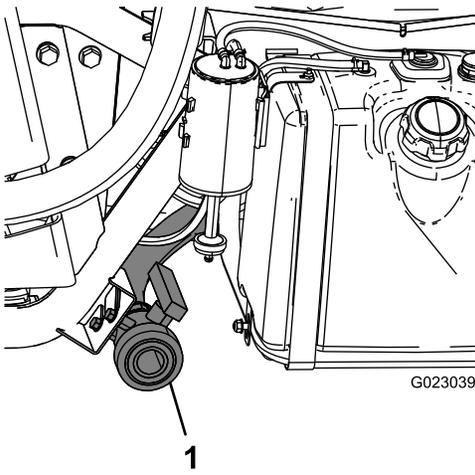

图 15
2. 找到机器左侧的药缸排水阀 (图 15)。
4. 打开阀门从药缸中排出所有未使用的材料并依照当地法规及材料制造商的说明来处置排放物 图 15。
5. 当药缸完全排空时关闭排放阀然后将排放阀安装到支架上 图 15。